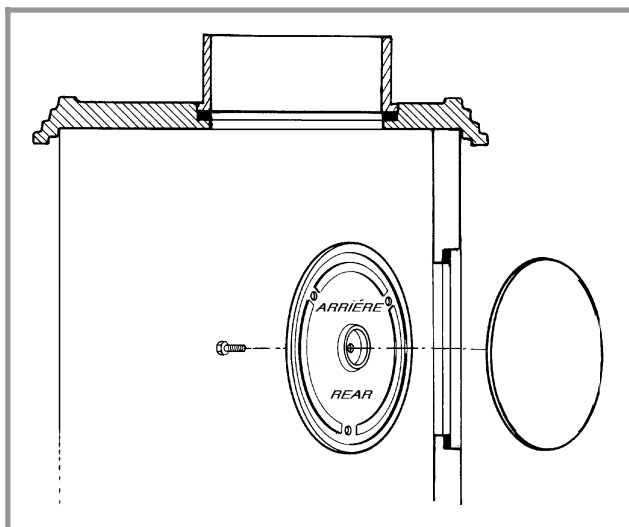

Fig. 5 - Départ au dessus
2.3.2. Départ de fumée par le dessus (fig. 5)